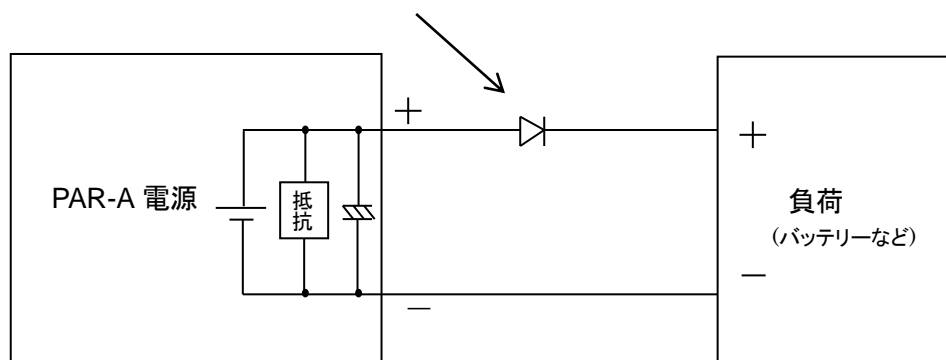

Fig.7 エネルギーを持った負荷の接続
- ・ 本機の正負出力端子間にはそれぞれ数  $100\mu\text{F}$  のコンデンサが接続されており、アウトプットオフ状態のときにこのコンデンサの電荷を放電するための抵抗が内蔵されています。したがって、本機をバッテリー充電などの用途に使用される場合は、Fig.7 のようにダイオードを負荷に直列に接続して、本機に負荷の電荷が放電されないようにしてください。